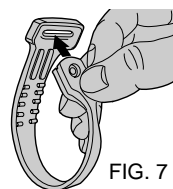

FIG. 7
1. Insérer l'extrémité à deux trous du porte-clé dans la fente qui se trouve à l'autre extrémité du porte-clé (fig. 7).